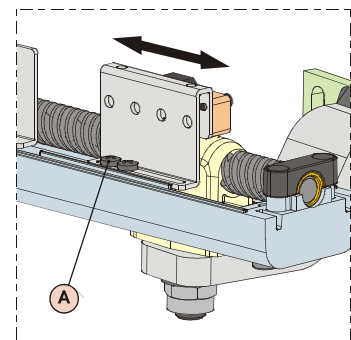

Fig. 24
- 3) Allentare le viti di fissaggio del finecorsa da regolare, Fig.24 rif.A.